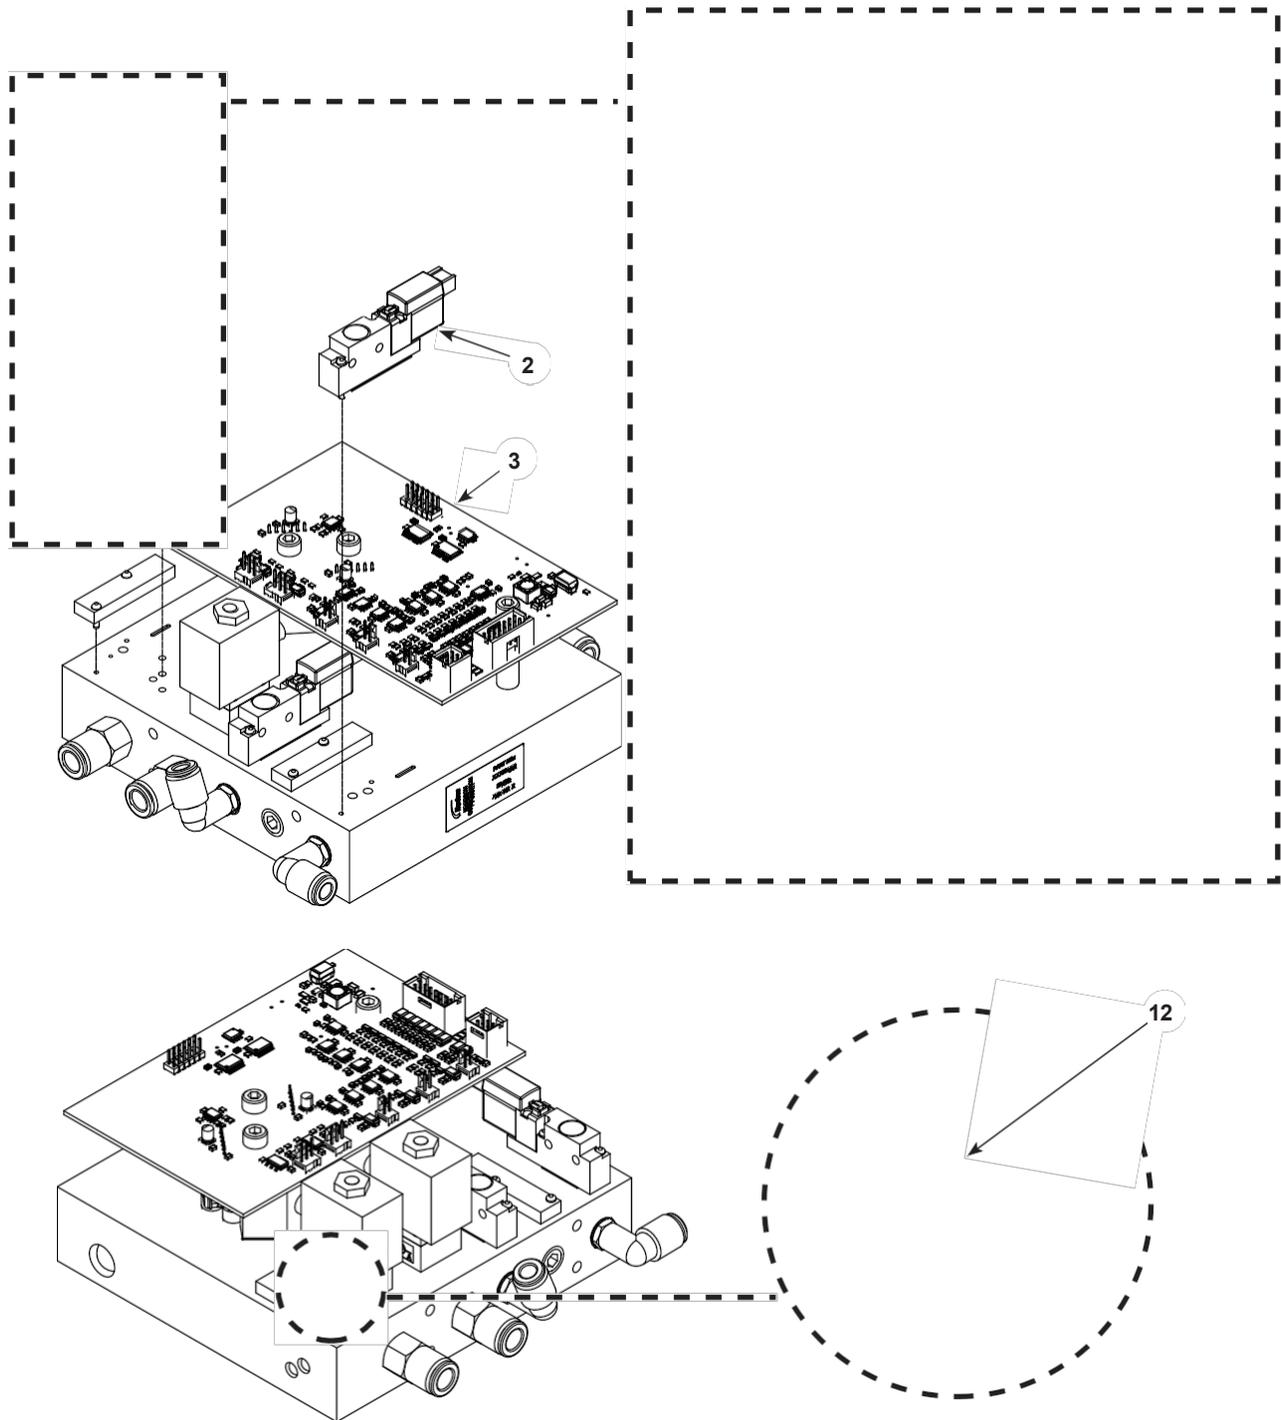

Figure 7-5 Réparation du module iFlow –Remplacement de l'électrovanne et nettoyage ou remplacement de la vanne proportionnelle
Voir la figure 7-5. Pour déposer les électrovannes (2), retirer les deux vis du corps de l'électrovanne et soulever l'électrovanne du collecteur.
Voir la figure 7-5. Une alimentation en air sale peut entraîner un dysfonctionnement de la valve proportionnelle (1).
3. Retirer la tige de la valve (6) du corps de la valve (9).
4. Retirer la cartouche de la valve (8) et le ressort (7) de la tige.
8. Fixer le corps de vanne au collecteur à l'aide des vis longues, en veillant à ce que l'autocollant soit bien visible. (12) est orienté comme le montre la figure 7-5.
Voir la figure 7-5. Si le nettoyage de la soupape proportionnelle (1) ne résout pas le problème de débit, remplacer la soupape. Avant d'installer une nouvelle soupape, retirez le couvercle de protection situé sous le corps de la soupape. Veillez à ne pas perdre les joints toriques situés sous le couvercle.